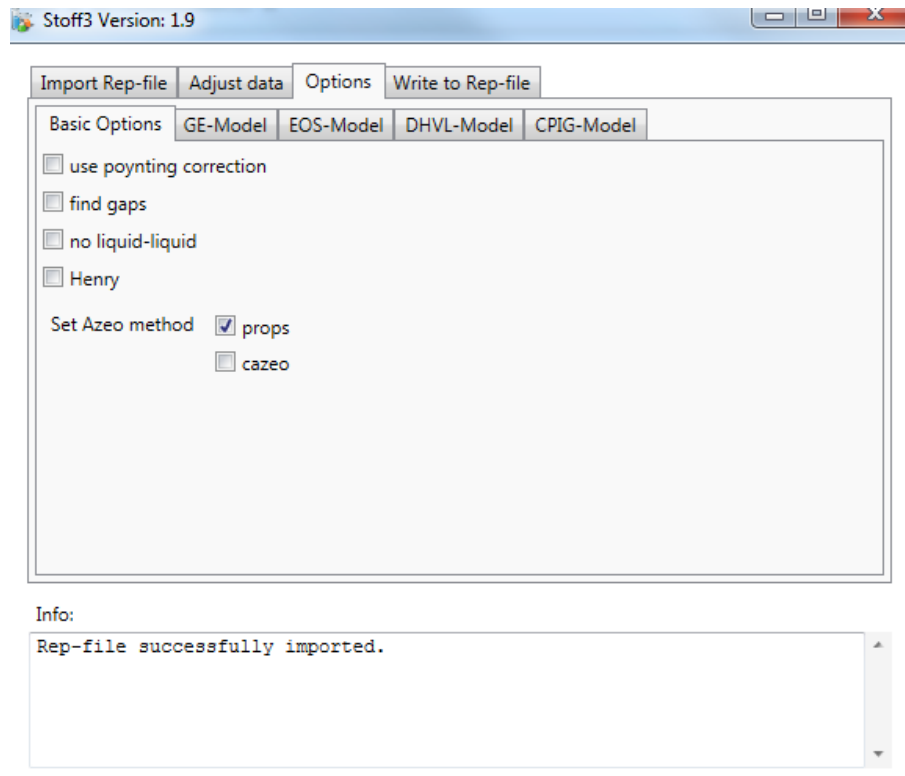

Abb. 3: Reiter zu Stoff3 Options
- Wechsel zum Reiter **OPTIONS**: Für dieses Beispiel ist hier alles in Ordnung. (siehe Abb. 3)